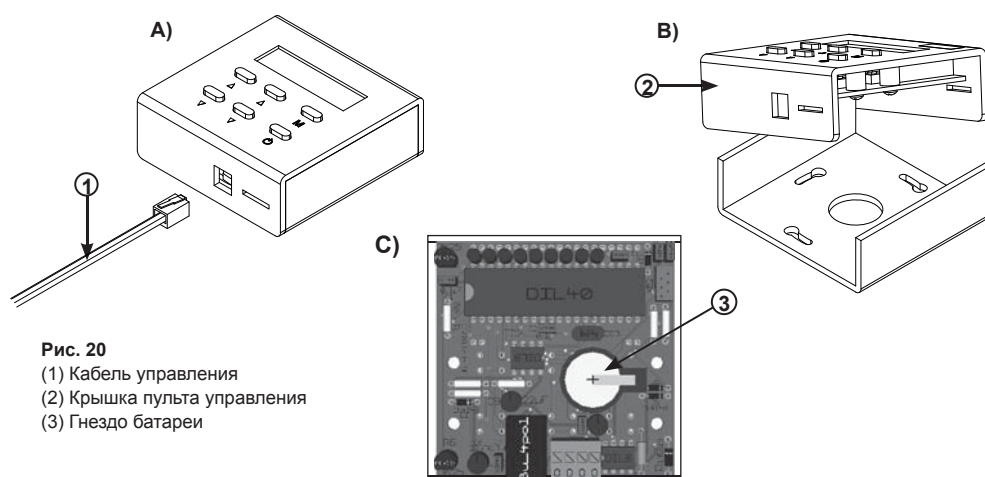

Рис. 20
- Отсоедините кабель управления (1) от нижнего разъема пульта.
- Снимите крышку (2) пульта управления.
- Гнездо (3) батареи расположено на плате. Удалите батарею и установите новую, как показано на рис. 20 С.